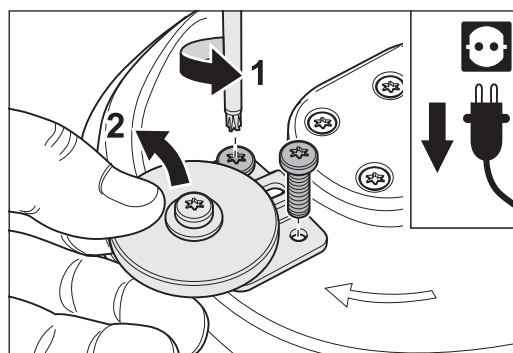

Abb. 72 Die Befestigungsschrauben entfernen (1) und die komplette Wandschutzrolle abnehmen (2).
- 3 Entfernen Sie die beiden Schrauben, mit denen der Wandschutzrollenhalter am Vorsatz befestigt ist (Abb. 72, 1) und nehmen Sie die komplette Wandschutzrolle ab (Abb. 72, 2).